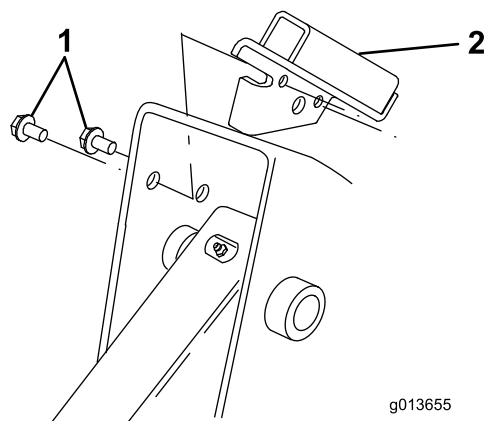

Figura 5
3. Alinee la pestaña del soporte del protector con el borde delantero del bastidor, con el soporte dentro del hueco del brazo de carga (Figura 5).
Nota: Hay un soporte izquierdo y un soporte derecho. Asegúrese de instalar el soporte correcto en cada lado. La pestaña debe estar sobre el borde del bastidor, y el soporte debe quedar dentro del hueco del brazo de carga, con los 2 taladros más pequeños alineados con los taladros practicados en el bastidor (Figura 5).
4. Fije el soporte al bastidor con 2 tornillos autorroscantes, según se muestra en Figura 5.